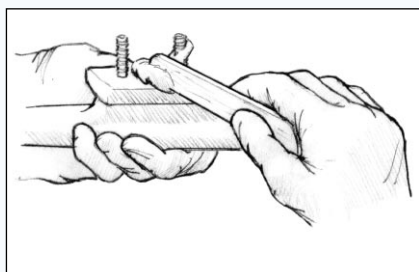

Figura 17 Ricoprire con resina addensata la parte inferiore dell'accessorio metallico e della filettatura dell'elemento di fissaggio.
- Iniettare nel foro una resina epossidica che non cola/una miscela 404 o 406. Utilizzare una quantità di miscela sufficiente a far sì che non rimangano vuoti nel foro dopo l'inserimento dell'elemento di fissaggio. Ricoprire con resina addensata la parte inferiore dell'accessorio metallico e la filettatura dell'elemento di fissaggio (*Figura 17*).